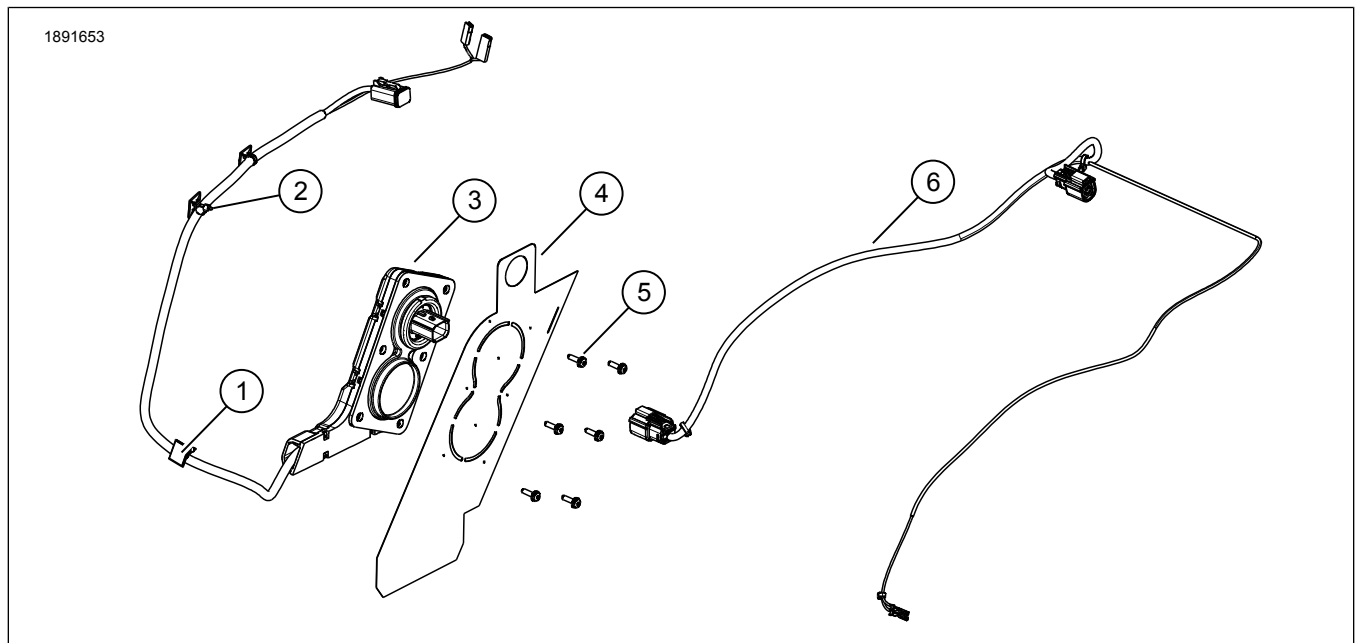

Figura 1. Conteúdo do kit: Kit de Instalação de Subwoofer Secundário Harley-Davidson Audio com Tecnologia Rockford Fosgate
- a. Figura 1 O conector original de 6 vias [288B] do chicote de altifalante/fecho elétrico do lado esquerdo é substituído pelo conector de 8 vias do chicote de subwoofer secundário (6).